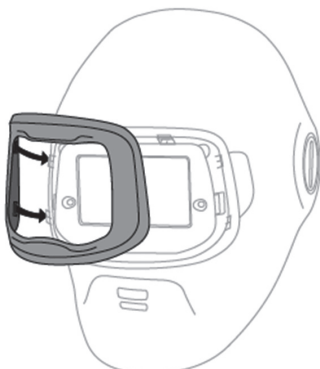

図9c
- ② 最後にフロントカバーを取り付けます。正面から見て左側にある突起を引っ掛けてから、右側を“カチッ”という音がするまで押して固定します（図9c、d）。